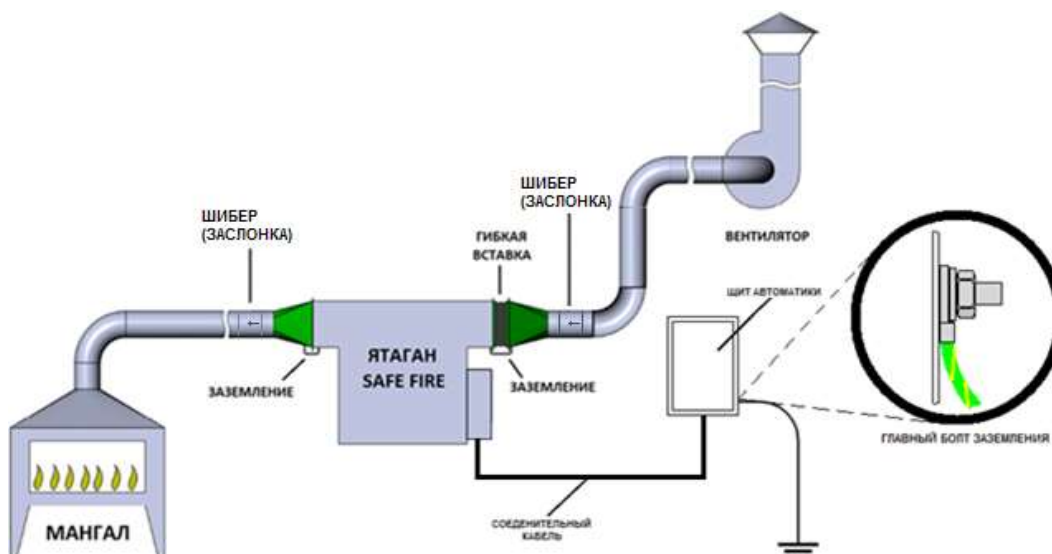

Рис. 4. Схема подключения Гидрофильтра «Ятаган «Safe Fire» к воздуховодам и заземлению.
1. Отсутствует подача сетевой воды	1. Открыть кран подачи сетевой воды (Рис. 4) 2. Проверить наличие воды в сети 3. Восстановить подачу воды